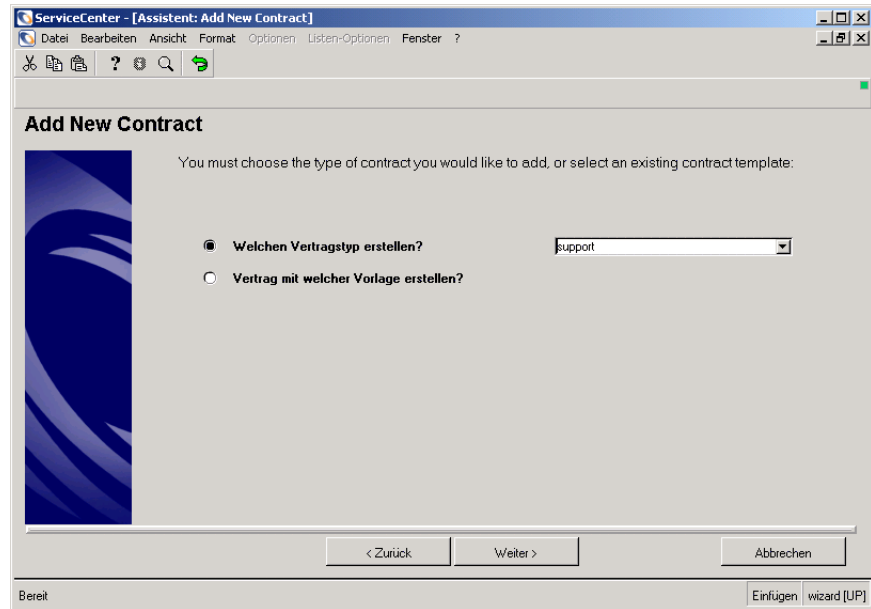

Abbildung 8-36: Assistent zum Hinzufügen eines neuen Vertrags
- Wählen Sie in der Dropdown-Liste den Vertragstyp **support** aus (siehe Abbildung 8-36).